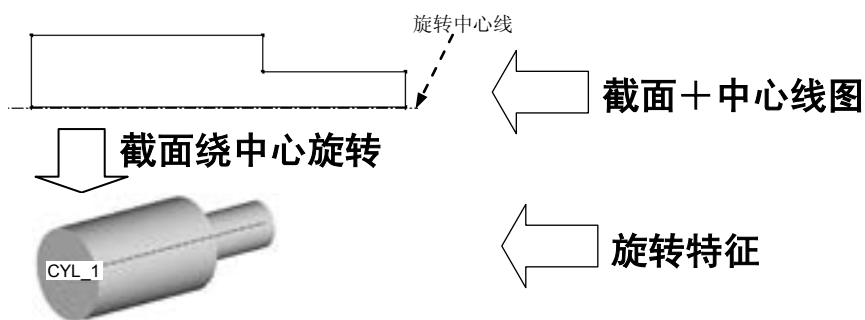

图 5.11.1 旋转特征示意图
如图 5.11.1 所示, 旋转 (Revolve) 特征是将截面绕着一条中心轴线旋转而形成的形状特征。注意旋转特征必须有一条绕其旋转的中心线。
Task2. 创建图 5.11.1 所示的实体旋转特征
(1) 特征的所有要素被定义完毕后，单击操控板中的“预览”按钮，预览所创建的特征，以检查各要素的定义是否正确。如果所创建的特征不符合设计意图，可选择操控板中的相关项，重新定义。
(2) 在操控板中单击“完成”按钮，完成创建图 5.11.1 所示的旋转特征。